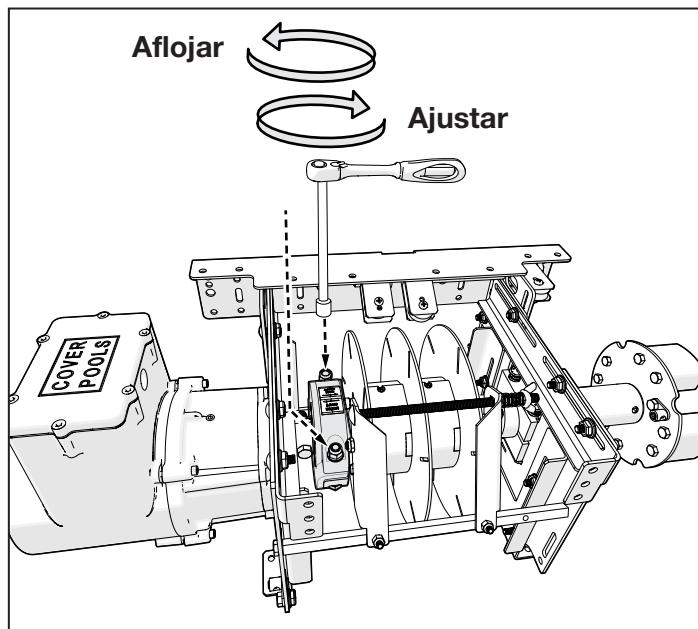

Figura 6. Ajuste del embrague deslizante
1. Use una llave de 1/2 in con una extensión de 6 in y un mango de trinquete. Apriete ambos pernos por igual girando las tuercas en sentido horario, en incrementos de 1/8 de vuelta (consulte la Figura 6).